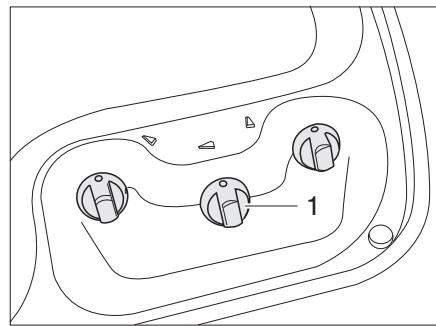
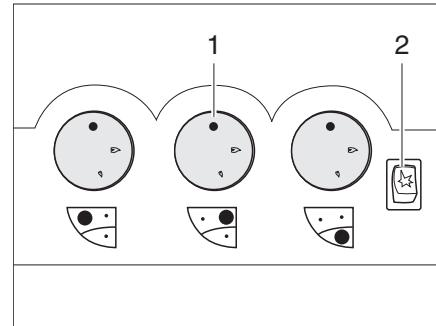

Fig. 341 Elementos de mando para la cocina de gas (sin tecla de encendido piezoeléctrica)
Fig. 342 Elementos de mando para la cocina de gas (con tecla de encendido piezoeléctrica)
- Girar el regulador giratorio (Fig. 341,1 ó Fig. 342,1) correspondiente al quemador deseado a la posición de encendido (llama alta).
- Si hay una tecla de encendido (Fig. 342,2):